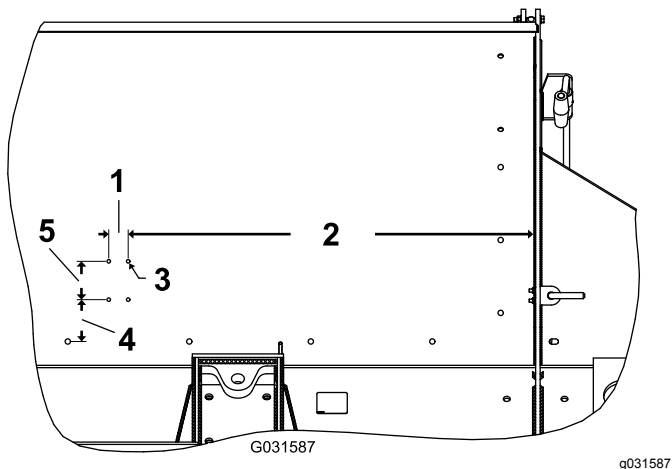

Bild 12
1. Bohren Sie vier Befestigungslöcher (7 mm) in die Seite des Füllkastens. Bohrabmessungen finden Sie unter Bild 12.